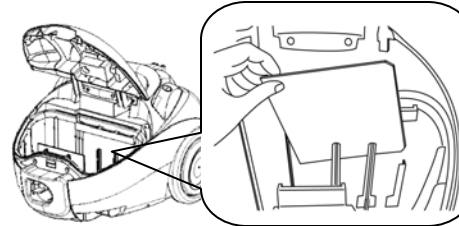

Fig. 18
3. Glissez le filtre propre en position entre les deux montants et l'entrée du moteur. (Fig. 18)